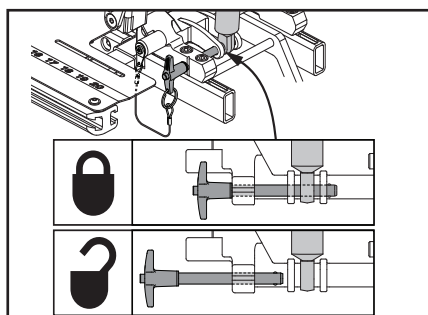
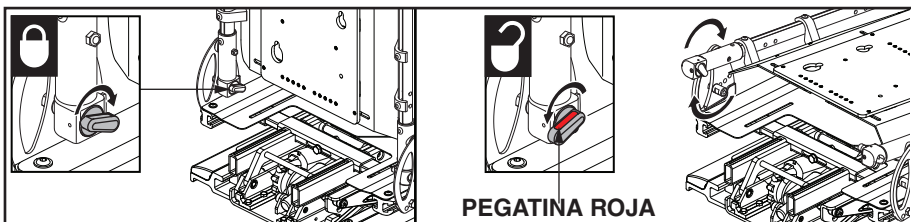

Figura 6. Respaldo abatible (pasador de detención)
Figura 7. Respaldo abatible (la palanca de liberación)
1. Retire el pasador de detención para mover el respaldo (**ver la figura 6**) **O** rote la palanca de liberación en ambos tubos de respaldo con manillar hacia la parte trasera del asiento para desenganchar el respaldo. **Ver figura 7.**
2. Vuelva a colocar el pasador y compruebe que todo esté en su sitio (**ver figura 6**) **O** rote la palanca de liberación en ambos tubos de respaldo con manillar hacia el frente del asiento para trabar los tubos de respaldo con manillar. Asegúrese que el palo de color rojo en la palanca de liberación no esté visible.